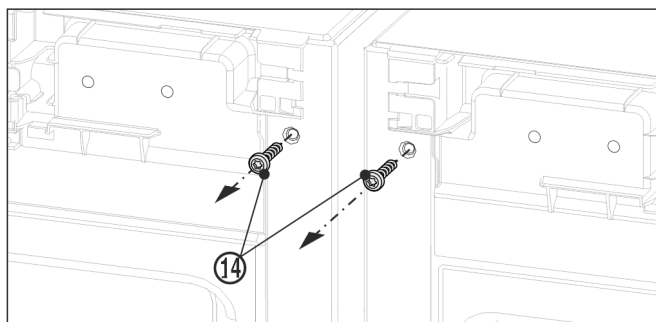

Fig. 11
- ▶ Перед монтажом верхнего угла выверните оба винта заземления Fig. 11 (14).